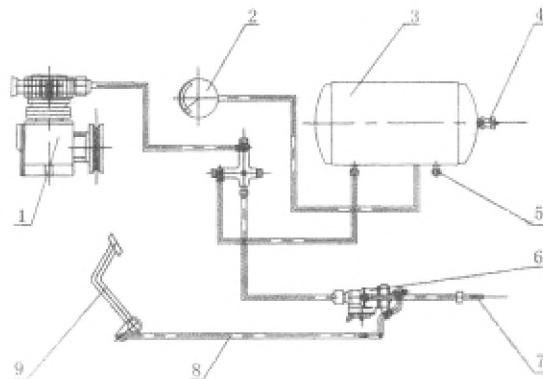
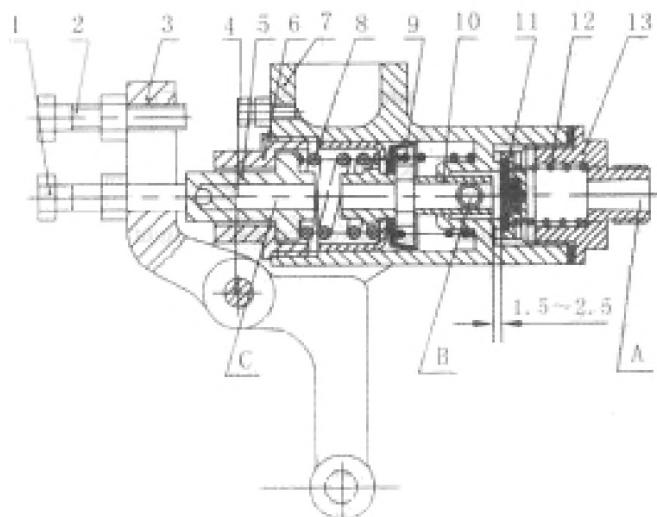

Рисунок 4-16. Схема тормозной системы прицепа.
Рисунок 4-17. Тормозной клапан.
Устройство пневматического тормоза прицепа – это торможение при помощи воздуха. Оно состоит из воздушного компрессора (1), воздушного ресивера (3), тормозного клапана (6), манометра (2), трубок и т.д. (рисунок 4-16).
В тормозной системе давление воздуха используется для приведения в движение тормозов на колесах трактора для остановки машины. Давление воздуха создается воздушным компрессором и передается в воздушный ресивер через трубы. Затем воздух поступает в воздушный канал тормозной системы колес прицепа через отверстие тормозного клапана (отверстие В рисунок 4-17). Выжмите педаль тормоза, шарнирный шток (8) (рисунок 4-16) толкает рычаг (3) (рисунок 4-17) и вращает штифт вала (4). Это заставляет регулировочный болт тормозов (1) давить на тормозной шток (5) и нажимать на балансировочную пружину (12), давить на цилиндр (10), сжимать возвратную пружину (9), давить на седло клапана (11) (нажимать на входную пружину (12)) и открывать проход для давления воздуха. Давление воздуха в воздушном ресивере проходит в левую и правую тормозную систему через отверстия «А», седло клапана, отверстие «В», выпускную трубку тормозного клапана (7) (рисунок 4-16) и распределитель. Давление воздуха толкает тормозной шток толкателя для торможения прицепа.
соединяя с клапанным каналом клапанного блока. Воздушный проход из воздушного ресивера в левую и правую тормозные системы закрыт. Вышедший воздух из левой и правой тормозной системы направляется через трубы, клапанный канал тормоза «В», внутреннее отверстие цилиндра золотника и внутреннее отверстие «С» штока толкателя (рисунок 4-17).